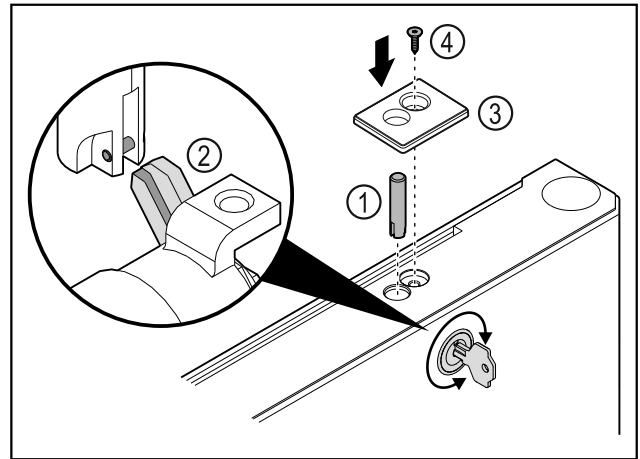

Fig. 47
- Insérer l'axe de la serrure Fig. 47 (1).
- Tourner légèrement la serrure afin que l'axe Fig. 47 (2) s'enclenche dans la fente de la serrure.
- Mettre en place le cache Fig. 47 (3).
- Insérer la vis Fig. 47 (4).